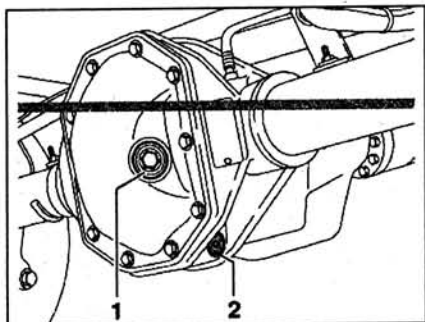

Рис. 1.138. Очистите поверхность вокруг заливной 1 и сливной 2 пробок.
1. Очистите поверхность вокруг заливной 1 и сливной 2 пробки (рис. 1.138).